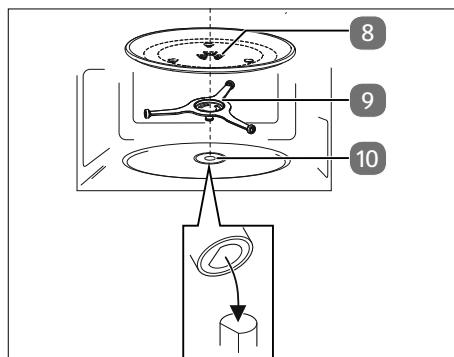

Fig. 5 – Colocación del plato giratorio de cristal
- ▶ A continuación, coloque el plato giratorio de cristal en el centro del eje de accionamiento (**véase Fig. 5**) de modo que las barras del plato giratorio de cristal se sitúen en las ranuras del disco motriz.